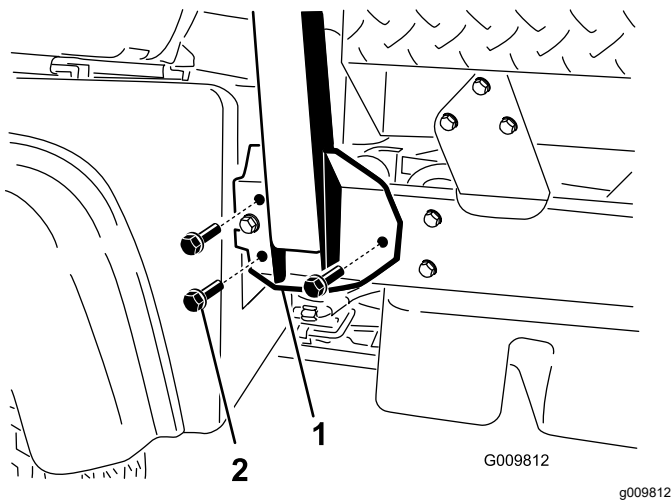

Figure 3
2. Placez chaque côté de l'arceau de sécurité en face des trous de montage de chaque côté du cadre de la machine (Figure 3).
- Fixez le support de l'arceau de sécurité de chaque côté du cadre de la machine au moyen de 3 boulons à embase (½ x 1¼ po) (Figure 3).